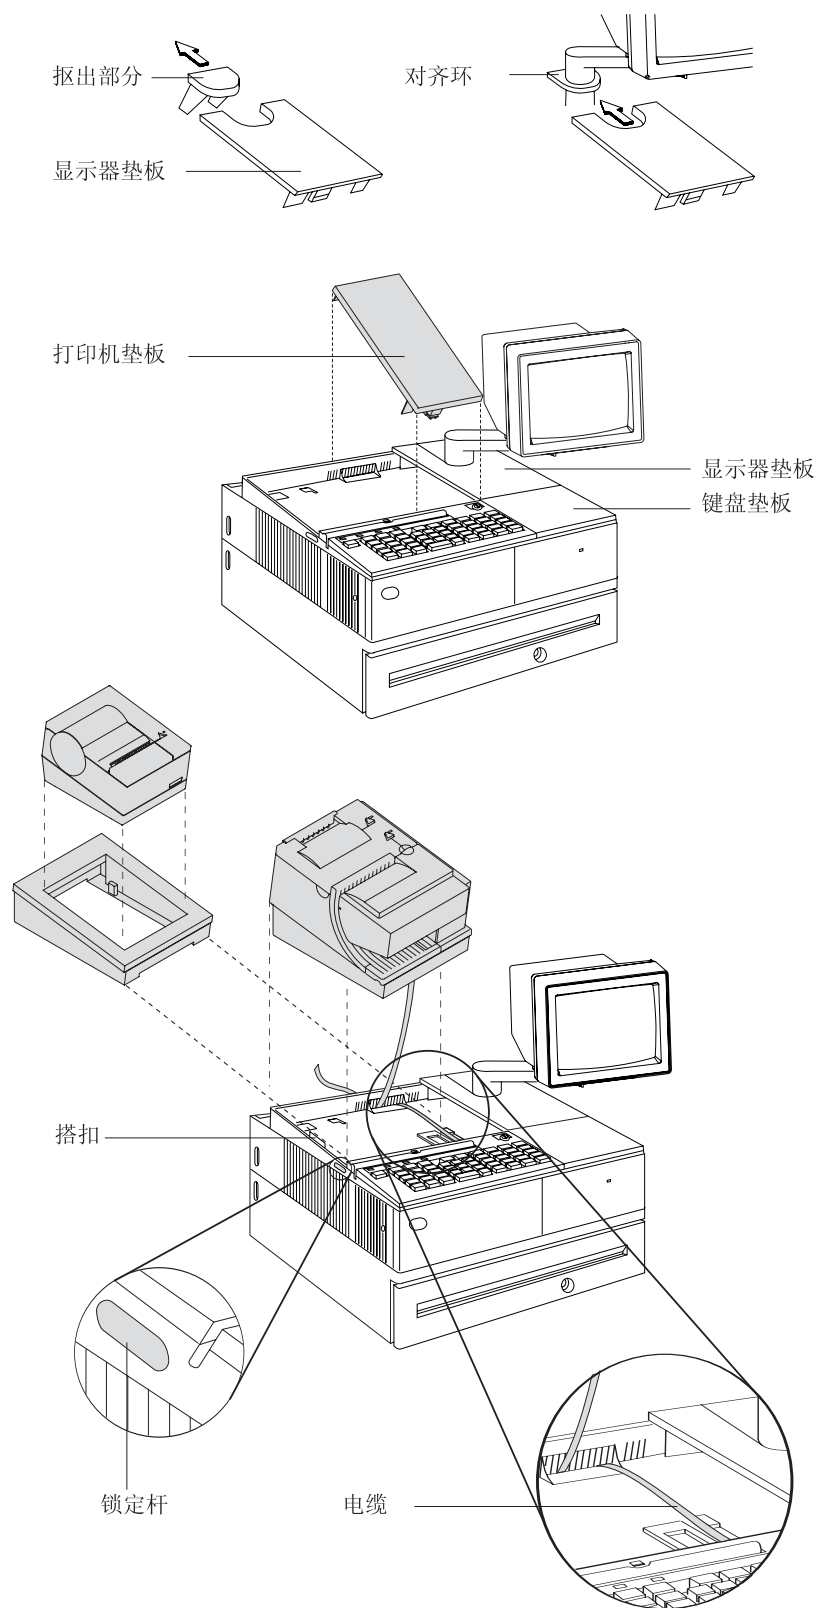

图 12. 安装 EIA-232/RS-485 系统的垫板
- c. 将键盘电缆连到固定片那一侧, 如第 21 页的图 12 所示。
- c. 将显示器垫板与定位环对齐并将其嵌入。然后将显示器垫板压到系统单元的正确位置上。请参阅第 21 页的图 12。
3. 如果没有视频显示器，则将显示器垫板放置在该系统单元上。**不要卸下活销部分。**请参阅第 21 页的图 12。
4. 如果使用的是短键盘，请将键盘填充件放在键盘边上。请参阅第 21 页的图 12。
5. 将打印机填充件放在显示器填充件边上。**请务必将打印机电缆沿侧边布线，如第 21 页的图 12 所示。**